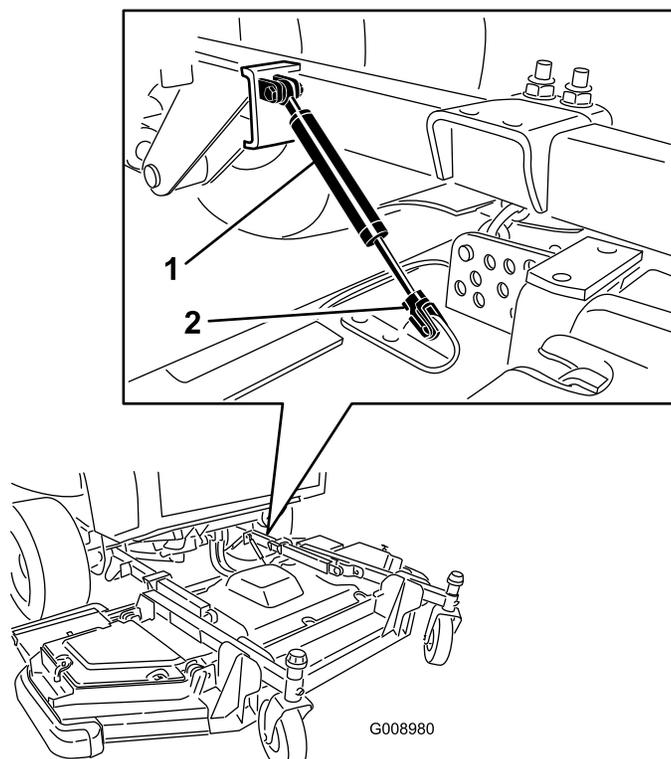

図 136
3. 刈り込みデッキのダンパアセンブリを固定しているリテーナクリップを抜いてアセンブリを外す **図 136**。